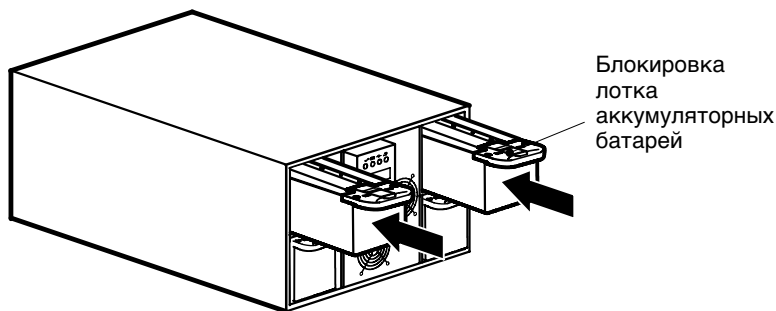

Рисунок 5. Установка лотков с батареями
1. Убедитесь в том, что выключатели на задней панели ИБП находятся в выключенном положении [OFF (O)].
2. Задвиньте лотки аккумуляторных батарей в корпус (см. рис. 5). Задвигайте каждый лоток до тех пор, пока он не будет зафиксирован в нужном положении.